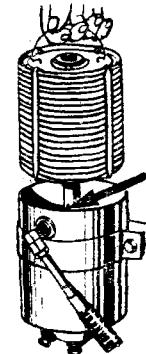

Рис. 21. Смена фильтрующего элемента.
6. **Фильтр тонкой очистки** (рис. 21) масла имеет сменный фильтрующий элемент, который следует заменять одновременно со сменой масла в картере или чаще, при сильном потемнении масла, видимом на стержневом указателе уровня.
б) отверните пробку сливного отверстия, слейте отстой, выньте фильтрующий элемент, начисто протрите внутреннюю поверхность корпуса и прочистите боковое отверстие центральной трубы для стока масла в картер (на рис. 21 указано стрелкой).